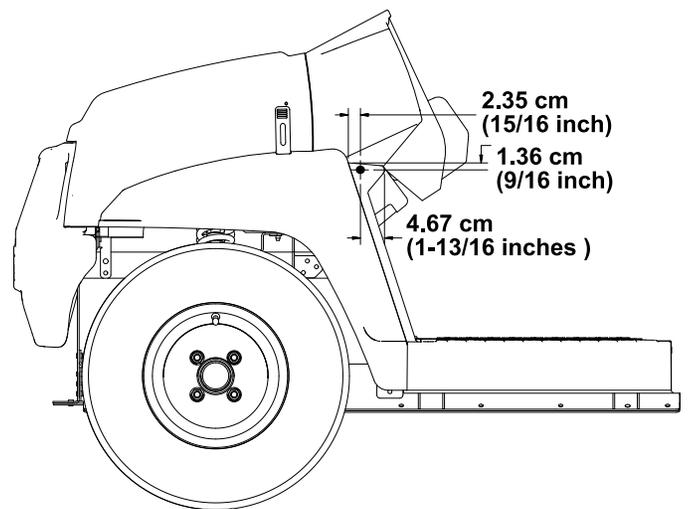

Figura 24
2. Con las dimensiones mostradas en Figura 24, realice 1 taladro (5/16") en la parte exterior de la placa del suelo en los laterales derecho e izquierdo de la máquina.